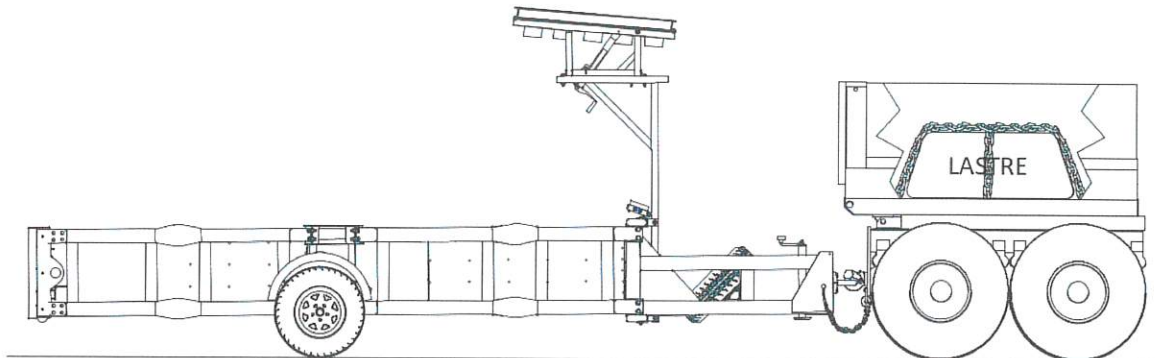

Figura 7
4. El lastre y otros objetos pesados DEBEN ESTAR ADECUADAMENTE ANCLADOS al camión para evitar desplazamientos durante un impacto. La fuerza sobre las correas de anclaje o la cadena podría ser 20 veces el peso del lastre (Figura 7).